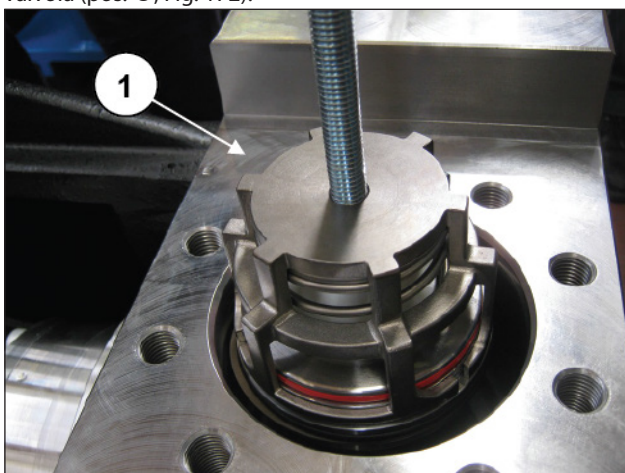

Fig. 172
Estrarre il gruppo valvola aspirazione mediante l'utilizzo di un estrattore a massa battente da applicare al foro M12 del guida valvola (pos. ①, Fig. 172).